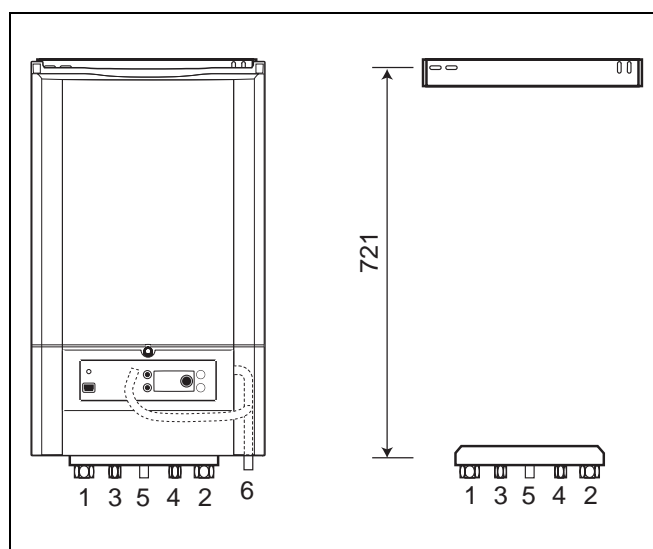

Рис. 5 Монтажная соединительная плита и соединительные контакты
- Смонтировать соединения (1 и 2: G $\frac{3}{4}$ " , 3 и 4: G $\frac{1}{2}$ " и 5 (газ): G1" наружный размер) ана приборе (рис. 5).
- Подключить прибор к нижней части монтажной соединительной плиты (рис. 5).
Контакты подключения циркуляционных и рециркуляционных трубопроводов отопительной установки находятся в нижней части прибора (рис. 5). Размеры контактов подключения указаны в главе 4. Рекомендуем смонтировать краны для технического обслуживания под прибором в системе циркуляции и рециркуляции.
Нагревательный прибор в серийном исполнении оснащен вмонтированным трехходовым клапаном. Опциональный двигатель трехходового клапана. Нагревательный прибор можно подключить к косвенно нагреваемому отопительному накопителю (рис. 5, **поз. 3 и 4**). Если на отопительном котле не подключен отопительный накопитель, необходимо смонтировать на контакте VK и RS (рис. 5, **поз. 3 и 4**) короткозамкнутую линию (опционально).
Нагревательный прибор со сточным трубопроводом Ø30 мм оборудован со стороны отопительного контура смонтированным предохранительным клапаном (рис. 5, поз. 6). Сточный водопровод предохранительного клапана находится справа в нижней части прибора. Сточный водопровод предохранительного клапана имеет диаметр Ø30 мм или больше и его следует подключить с уклоном к водосточной сети.